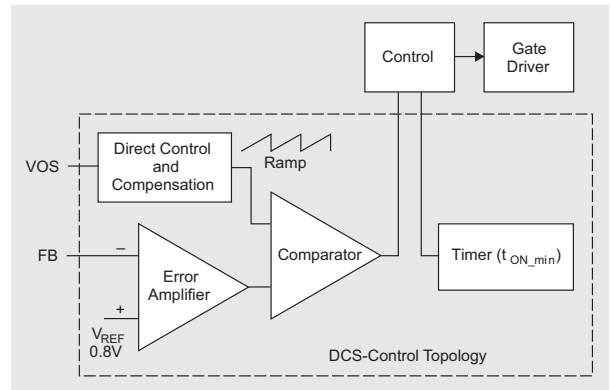

图 1. DCS-Control 拓扑的方框图。
图 1 显示了 DCS-Control 拓扑的基本方框图 [1]。输出电压检测 (VOS) 引脚和反馈 (FB) 引脚为控制环路提供输入, 以实现适当的调节。VOS 引脚通过将输出电压直接馈入斜坡, 然后馈入比较器, 使其立即影响工作点, 从而实现拓扑的快速瞬态响应。FB 引脚是一条带宽较低的路径, 可提供高度精确的直流设定调节。在 DCS-Control 中时, VOS 引脚的交流路径和 FB 引脚的直流路径相结合, 可提供精确的输出电压, 并能够快速响应负载瞬态。